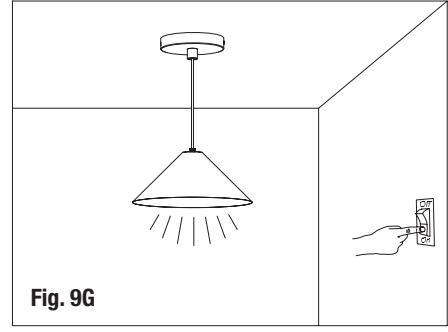

Fig. 9G
- Check the reliability of the installation. Power on to confirm that the luminaire lights up normally (Fig. 9G).
- Vérifiez la fiabilité de l'installation. Mettez sous tension pour confirmer que le luminaire s'allume normalement (Fig. 9G).